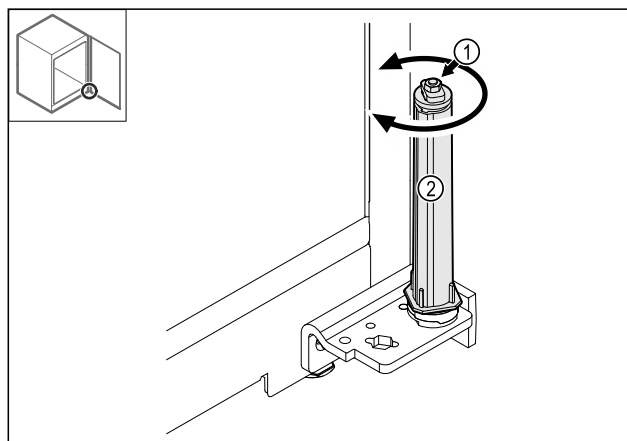

Fig. 44
- Не розбирайте гвинтове з'єднання Fig. 44 (1) запірного механізму.
- Поверніть запірний механізм Fig. 44 (2) до відсутного клацання.